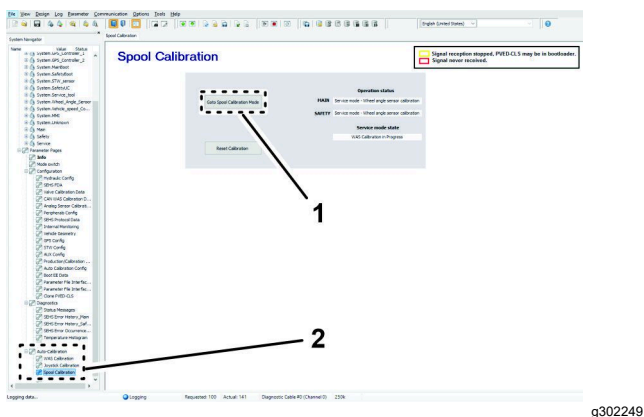

Figure 154
1. Sur l'ordinateur portable, cliquez sur l'icône SPOOL CALIBRATION (étalonnage du tiroir) (Figure 154).
2. Sur la page Spool Calibration (étalonnage du tiroir), cliquez sur l'icône GOTO SPOOL CALIBRATION MODE (passer au mode étalonnage du tiroir) (Figure 154).